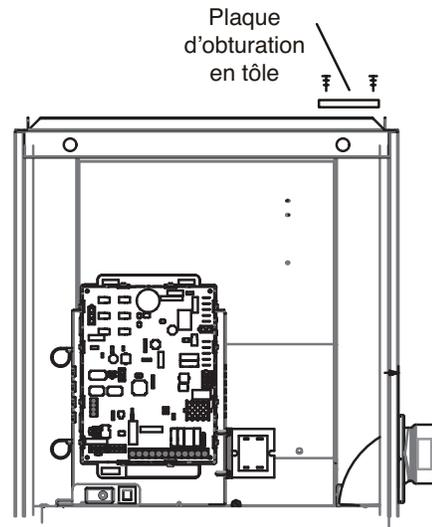

FIGURE 20
- 8 - Réutilisez la plaque de raccordement pour couvrir le trou dans le capuchon supérieur. Reportez-vous à la FIGURE 20. Retirez les 2 vis qui fixent le capuchon supérieur sur l'appareil sur le côté droit et réinstallez-les en fixant le bord droit de la plaque de raccordement et le côté droit du capuchon supérieur sur l'appareil. Utilisez 2 vis à tôle auto-taraudeuses (fournies) pour terminer de fixer le bord gauche de la plaque de raccordement sur le côté gauche.